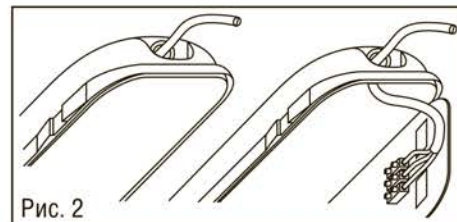
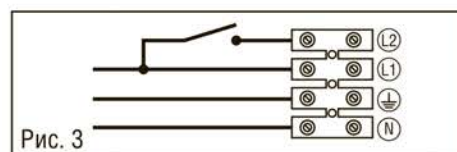

Рис. 2
Рис. 3
- Ввести сетевые провода в корпус через уплотнительную муфту (Рис. 2) и подключить к клеммной колодке на панели в соответствии с указанной маркировкой клеммы L, N, как показано на Рис. 3. Желто-зеленый кабель присоединить к клемме, обозначенной знаком «заземление» (⊥). Клемма L2 предназначена для реализации вкл/выкл внешнего выключателя светильника. Степень защиты IP65 обеспечивается только при использовании кабеля внешним диаметром от 6 до 10 мм.